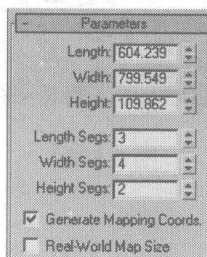
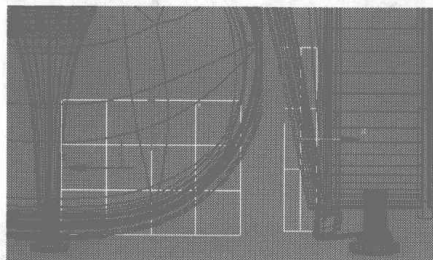

图 5.512
图 5.513
- 01** 在  创建面板的  区域，选择 **Standard Primitives** 类型，单击 **Box** 按钮，在视图中创建一个立方体模型，在 **Parameters** 卷展栏中设置如图 5.512 所示参数，模型显示如图 5.513 所示。单击右键，在弹出的快捷菜单中选择 **Editable Poly** 选项，将模型塌陷成可编辑多边形。